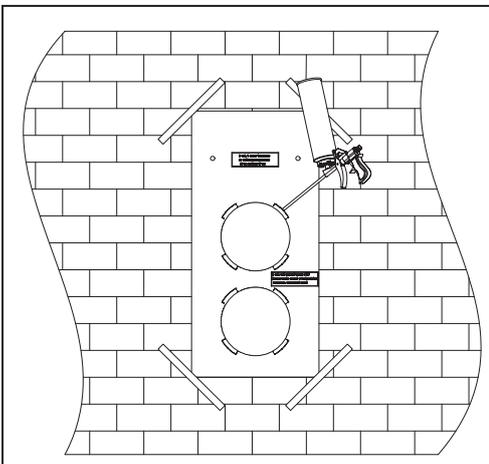

Abb. 7.
5. Setzen Sie die Lüftungsrohre in die Schablonenöffnungen ein und dichten Sie diese mit Montageschaum durch die vorgesehenen Öffnungen in der Schablone ab, Abb. 7. Installieren Sie die Rohre mit 2-3% Gefälle um die Kondensatableitung aus der Anlage nach draussen zu ermöglichen.
5. Setzen Sie die Lüftungsrohre in die Schablonenöffnungen ein und dichten Sie diese mit Montageschaum durch die vorgesehenen Öffnungen in der Schablone ab, Abb. 7. Installieren Sie die Rohre mit 3% Gefälle nach draussen um die Kondensatableitung aus der Anlage zu ermöglichen."
5. Setzen Sie die Lüftungsrohre in die Schablonenöffnungen ein und dichten Sie diese mit Montageschaum durch die vorgesehenen Öffnungen in der Schablone ab, Abb. 7. Installieren Sie die Rohre mit 3% Gefälle um die Kondensatableitung aus der Anlage zu ermöglichen.